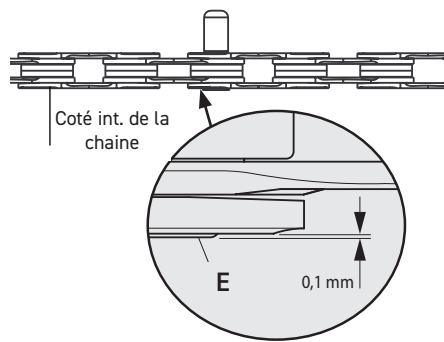

Fig.15
Afin de ne pas abîmer irrémédiablement la chaîne, NE VISSEZ PAS l'outil au-delà de la butée. Laissez la bague (E) dépasser de 0,1 mm sur le côté interne du maillon (Fig. 15).